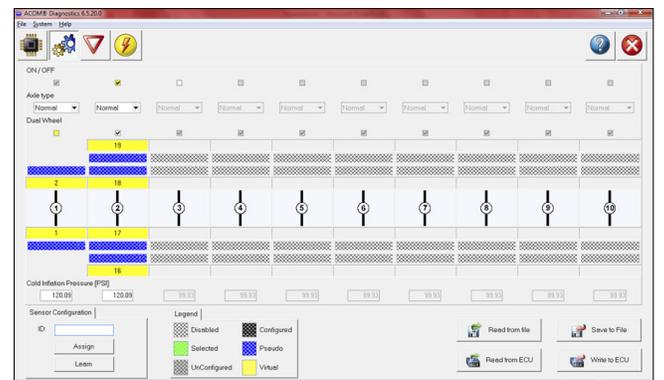

Figure C13 - Configuration des essieux
- Configurer le nombre et les types d'essieux (simple ou double) en cliquant dans les cases de sélection comme indiquer à la Figure C13.